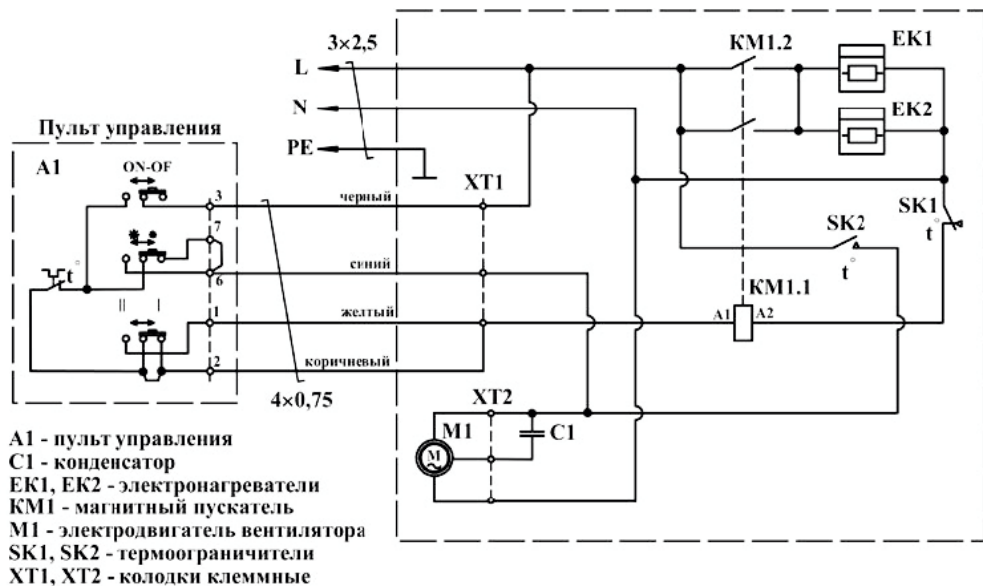

Рис. 5 Схема электрическая завесы ST 508
5.5 Электрические схемы завес приведены на рис. 5, 6, 7 Приложения.